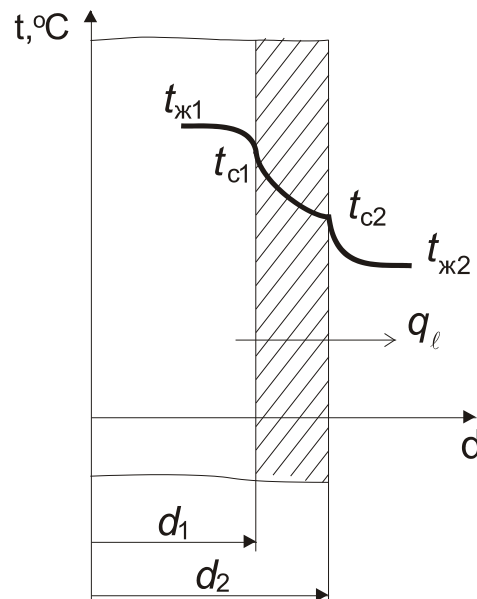

Рис. 2.14
**2.51.** Определить тепловые потери с одного метра трубопровода, рассмотренного в задаче № 2.50, если трубопровод покрыт слоем изоляции толщиной (рис. 2.14)  $\delta = 60 \text{ мм}$ , коэффициент теплопроводности изоляции  $\lambda_{из} = 0,15 \text{ Вт/м}\cdot\text{К}$ . Коэффициент теплоотдачи от поверхности изоляции к окружающему воздуху  $\alpha_2 = 8 \text{ Вт/м}^2\cdot\text{К}$ . Все остальные условия не изменяются. Вычислить также температуры на внешней поверхности трубы  $t_{c2}$  и на внешней поверхности изоляции  $t_{c3}$ .